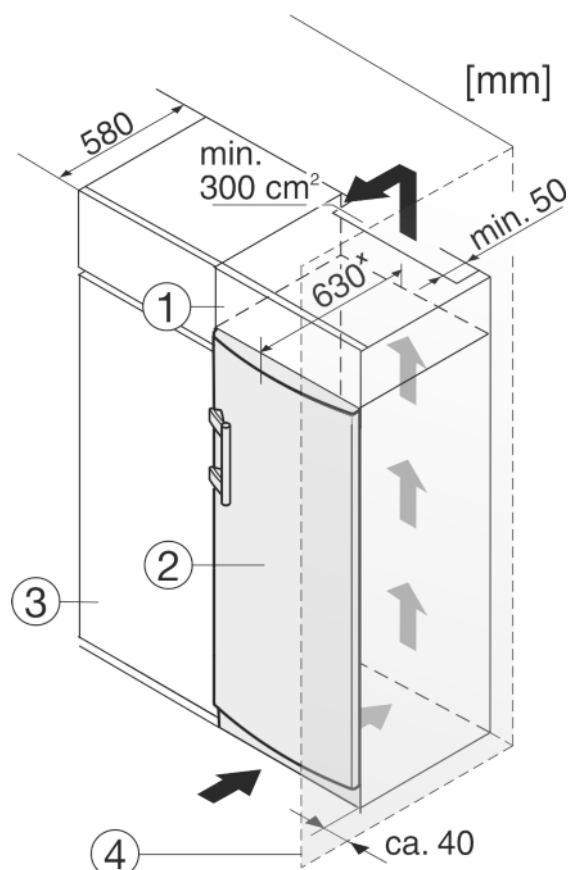

Fig. 12
- (1) Nastavná skříňka
- (2) Přístroj
- (3) Kuchyňská skříň
- (4) Stěna
Přístroj lze zabudovat do kuchyňských skříní. K vyrovnání přístroje Fig. 12 (2) na výšku kuchyňské linky lze na přístroj nasadit nástavec Fig. 12 (1).
Při montáži do kuchyňských skříní (hloubka max. 580 mm) lze přístroj instalovat hned vedle kuchyňské skříně Fig. 12 (3). Přístroj přesahuje přední stěnu kuchyňské skříně na stranách o 34 mm * a uprostřed o 50 mm *.
Když se přístroj instaluje závěsy vedle stěny Fig. 12 (4), musí být vzdálenost přístroje od stěny alespoň 40 mm. To odpovídá přesahu madla při otevřených dvířkách.